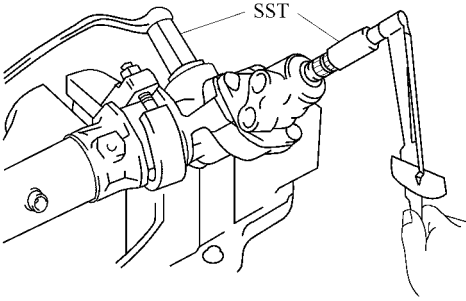

图 16-76 用转向机壳大修工具和扭力计旋紧齿条导套弹簧帽
3) 使用转向机壳大修工具和扭力计旋紧齿条导套弹簧帽直至达到规定的预紧力矩为止，如图 16-76 所示。